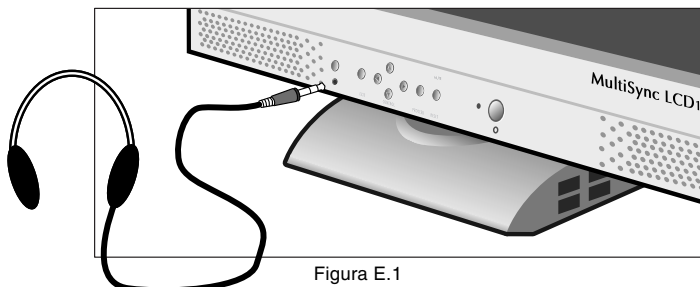

Figura E.1
5. Si può collegare una cuffia alla presa di uscita "Headphones", ubicata sul lato anteriore della calotta del monitor e contrassegnata con "C" (Figura E.1). Collegando la cuffia si esclude il suono degli altoparlanti. La cuffia può essere acquistata in un qualunque negozio di articoli audio o elettronici.